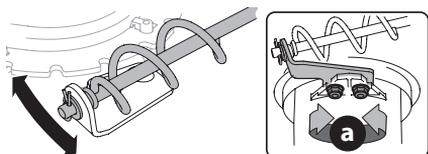

Figure 50
3. Desserrez les deux écrous (a) qui fixent le support de la goulotte, puis ajustez le support. Voir Figure 50.